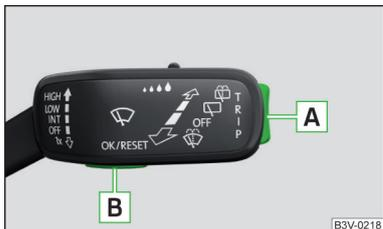
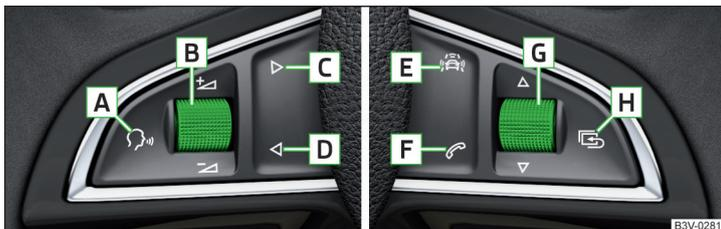

Fig. 30
Fig. 31 Teclas/Ruedas de ajuste: en el volante multifunción
▶ Presionar por más tiempo la tecla **A** en la palanca de mando » fig. 30 de la pág. 46.
▶ Presionar por más tiempo la tecla de ajuste **G** en el volante multifunción » fig. 31 de la pág. 46.
Los menús se pueden operar por medio de las teclas en la palanca de mando » fig. 30 de la pág. 46 y/o en el volante multifunción » fig. 31 de la pág. 46.
A continuación, girando la rueda de ajuste **G** » fig. 31 de la pág. 46 en el volan-
➤ Girar la rueda de ajuste **G** » fig. 31 de la pág. 46.